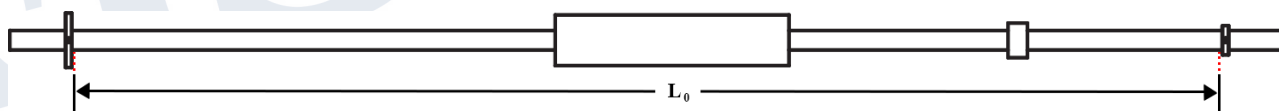

Figura 2: Ilustración de la medición en el paso 1.
1. Mida la longitud inicial L_0 de la varilla metálica desde el borde interior del disco circular grande en un extremo hasta el borde interior del disco circular pequeño en el otro extremo (como se observa en la Figura 2). Anote el dato medido en la Tabla 2.